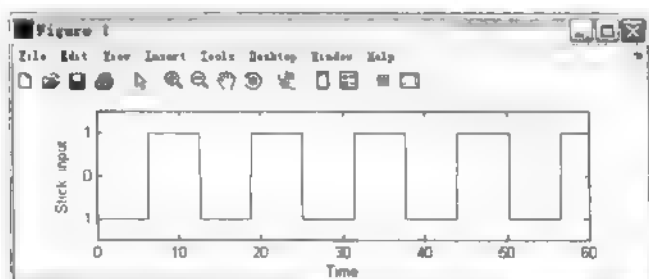
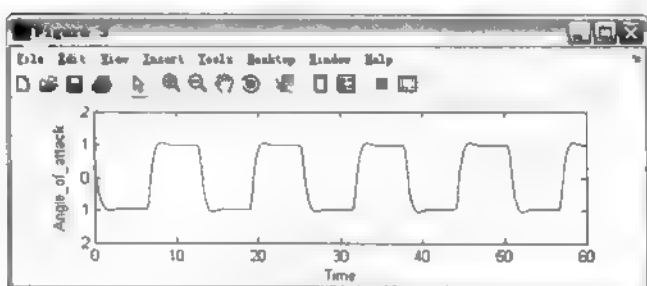

图 20.9 Stick_input 图
图 20.11 Angle_of_attack 图
② 运行仿真。
③ 仿真结果如图 20.9~图 20.11。
④ 在 MATLAB 命令窗口输入: